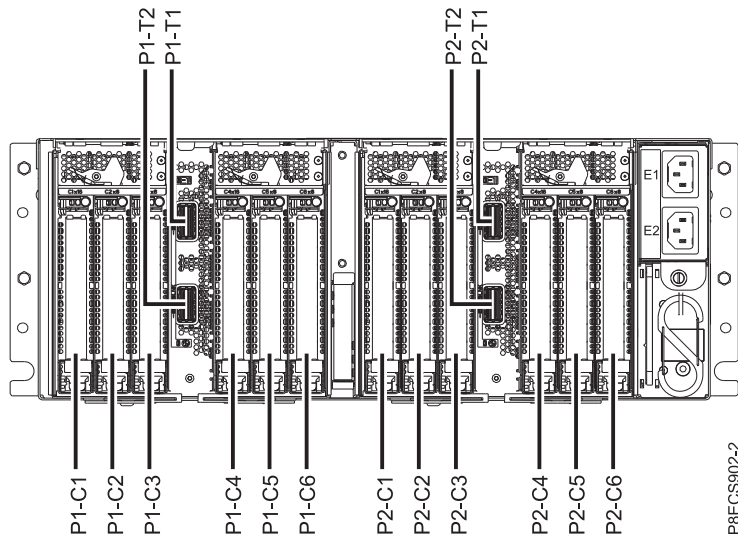

図 45. PCIe3 拡張ドロワーの PCIe アダプター・スロットの位置
4. PCIe アダプターを取り付けるスロットを決定します。PCIe Gen3 I/O 拡張ドロワーの PCIe アダプターの配置規則とスロットの優先順位を参照してください。PCIe アダプター スロットは、PCIe3 拡張ドロワーの背面に取り付けられている入出力モジュール・ベイに入っています。44 ページの図 45 は、PCIe アダプターのロケーション・コードを示しています。